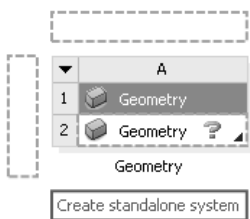
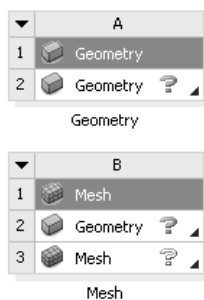

图 1.4.9 放置项目列表
图 1.4.10 独立项目列表
- ◆ 在创建共享项目列表时，直接将项目列表拖拽到绿色虚线框中，如图 1.4.9 所示，将创建一个独立的项目列表，那么新创建的项目列表与旧的项目列表之间就不存在共享关系了，如图 1.4.10 所示。